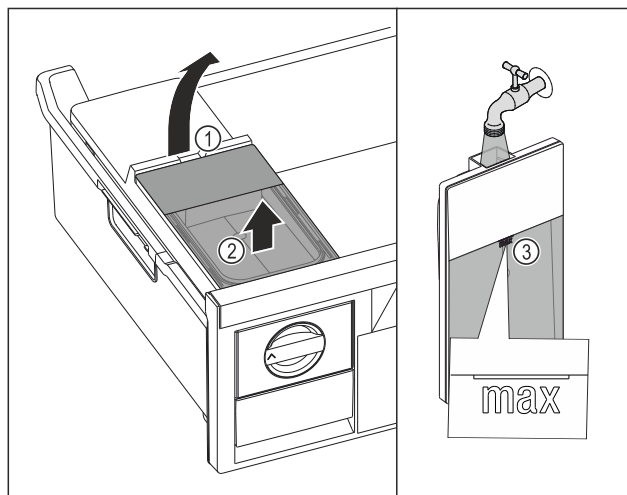

Fig. 29
- ▶ Nádržku na vodu nadvihnite za vybranie Fig. 29 (1).
- ▶ Nádržku na vodu odoberte nahor. Fig. 29 (2)
- ▶ Nádržku na vodu naplňte pitnou vodou po značku Fig. 29 (3).